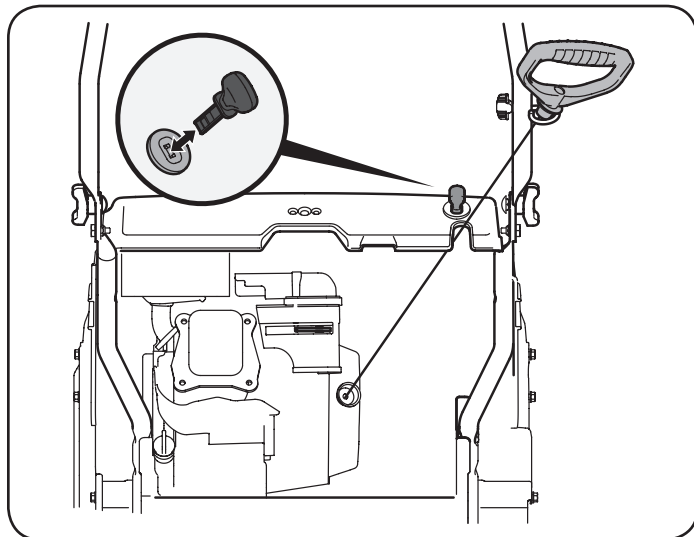
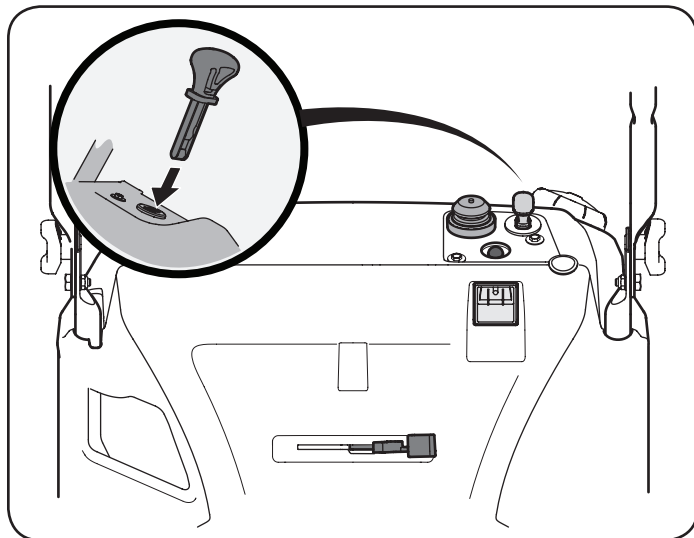

Figura 2
Figura 3
2. Inserte la llave de encendido en la ranura. Asegúrese de que entre a presión en su lugar. No intente girar la llave. Vea la Figura 2 para el modelo 247.11683* y Vea la Figura 3 para el modelo 247.88780*.
2. Inserte la llave de encendido en la ranura. Asegúrese de que entre a presión en su lugar. No intente girar la llave. Vea la Figura 3 para el modelo 247.88780*.